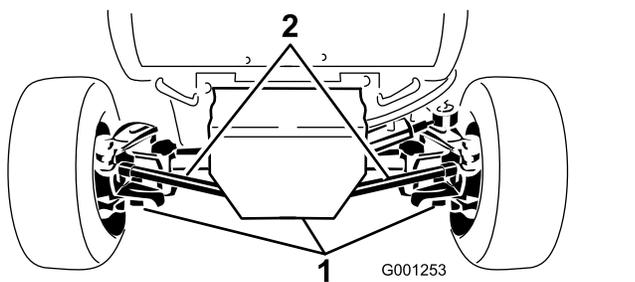

Figure 59
2. Nettoyez la surface autour des 3 bouchons de vidange (Figure 59).